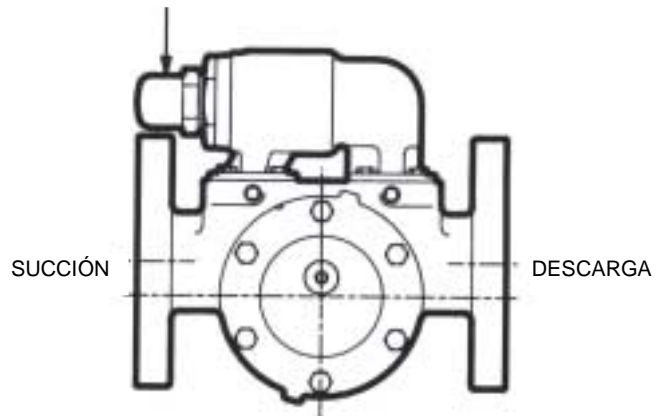

FIGURA 4
4. El tornillo de ajuste de la válvula de alivio debe apuntar siempre hacia el lado de succión de la bomba. Ver Figura 4. Si se invierte la rotación de la bomba, retire la válvula de alivio y gire hacia el final para terminar. (ver , en primer lugar, Rotación de Bomba en la página 10 referente a los pasos adicionales necesarios para su funcionamiento adecuado for proper operation).